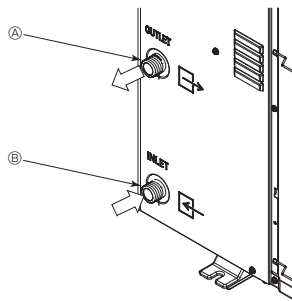

Fig. 6-1
6.1. Spojenie vodného potrubia (Fig. 6-1)
- Polohu privodu a vývodu znázorňuje Fig. 6-1.
[Fig. 6-1]